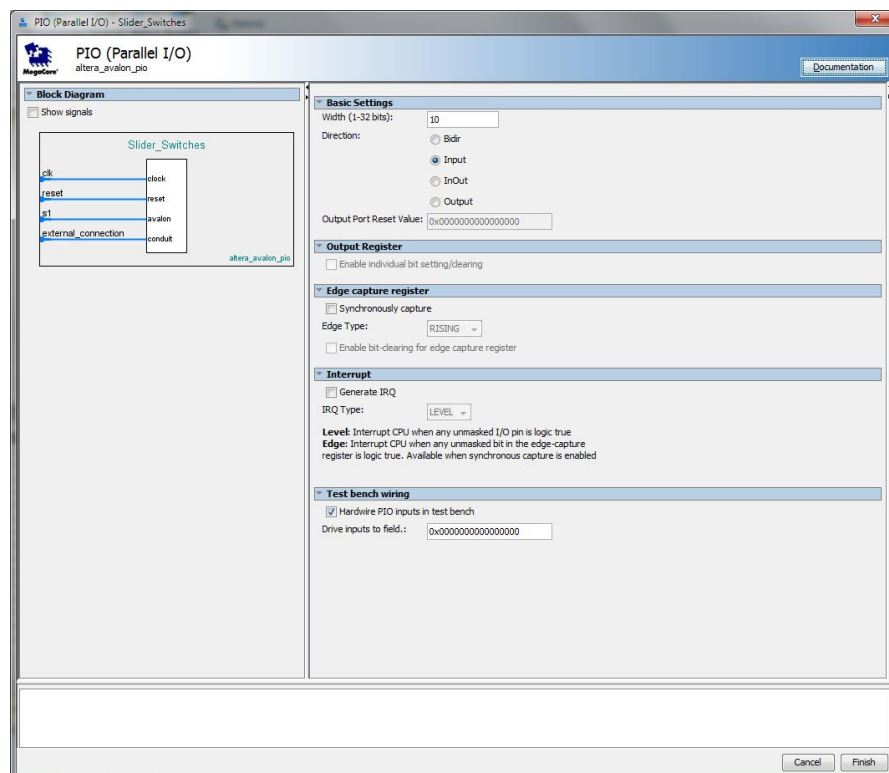

Рис. 61. Налаштування порту Slider_Switches
15. Додайте до системи два модулі **PIO (Parallel I/O)** та налаштуйте їх у відповідності до рис. 61 та 62.